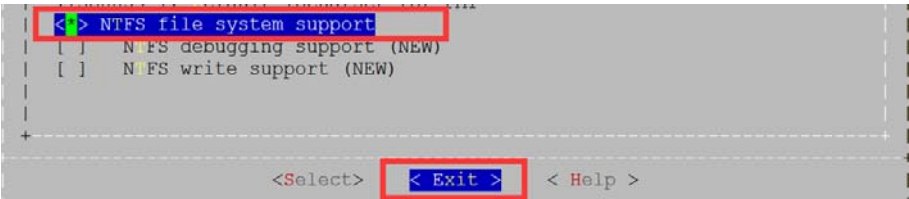

图 7-57 配置为编译进内核
(4) 按空格选择编译进内核。并在键盘上按左右键移动光标到退出键按钮，按回车键不断退出。如图 7-57 所示：